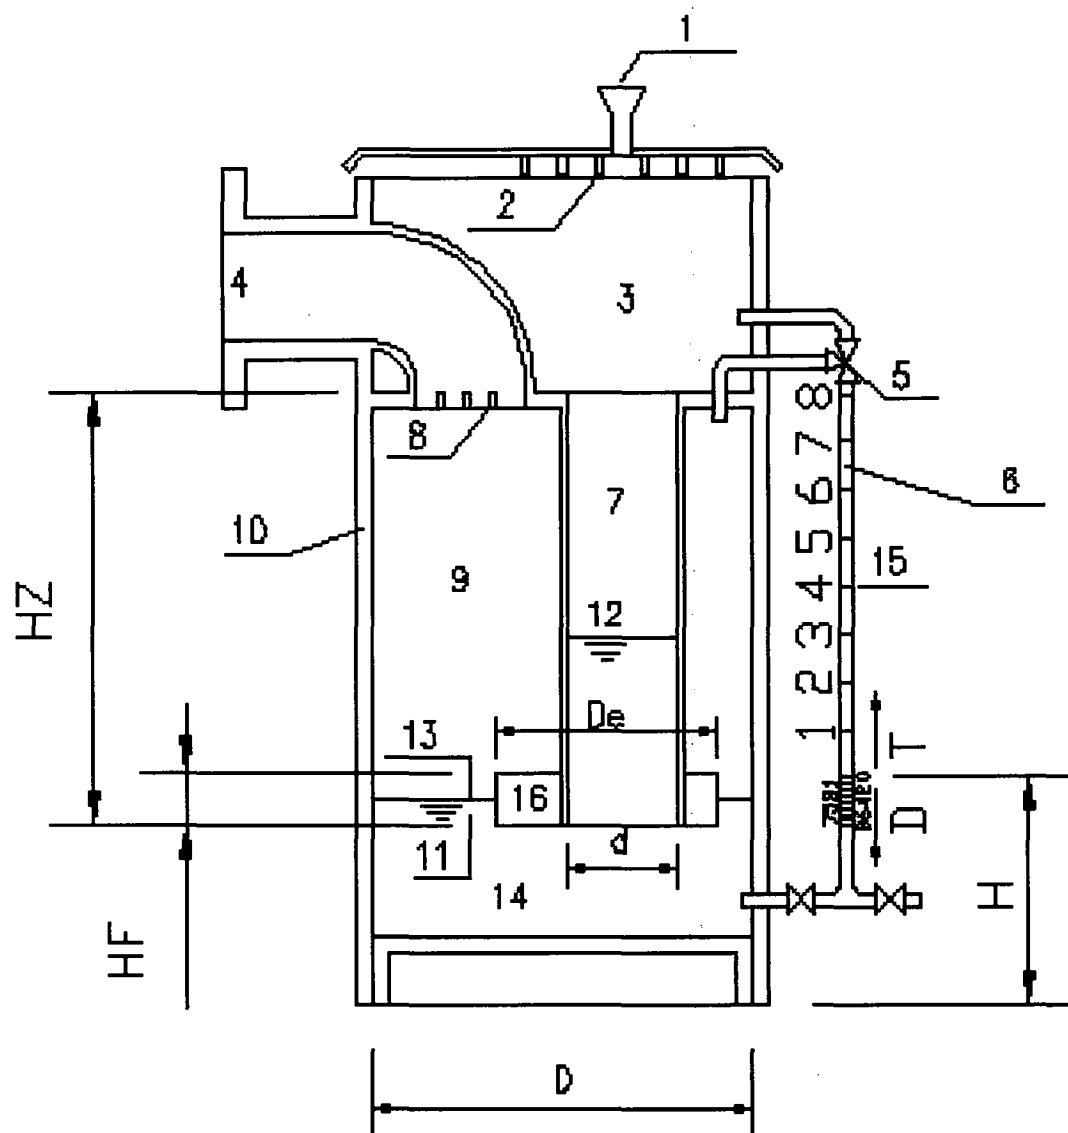
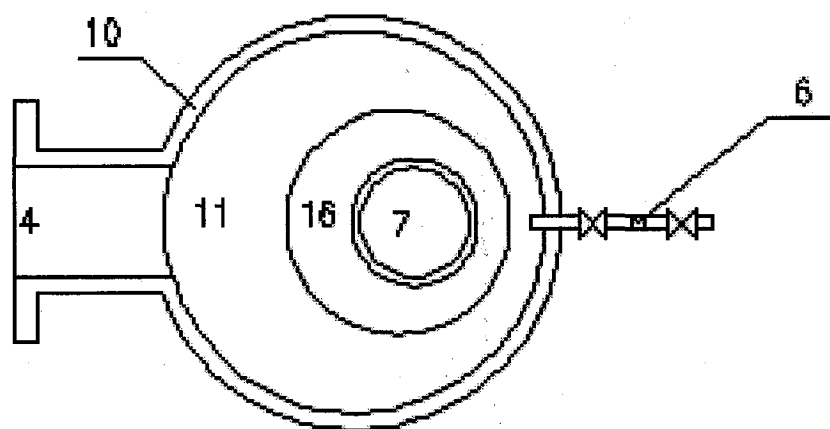

图 1
图 2
权利要求书 1 页 说明书 3 页 附图 1 页
[0004] (1) 在消化罐顶部分别设置正压保护器和负压保护器。正压保护器是利用较小管径深入到一个较大管径内,大管径内有一定量的水位如图 1 小管径直接与消化罐上部连接,当消化罐内的气体压力大于正压保护器的保护压力值时,消化罐内气体将从正压保护器跑出,使消化罐内的压力稳定。负压保护器是正压保护器反着装即较大管径与消化罐连接,当消化罐内的气体压力小于正压保护器的保护压力值时,消化罐内将从正压保护器吸入空气,从而达到保护消化罐内的压力稳定。
[0012] 图 1 为一体化正负压保护器示意图；
[0013] 图 2 为图 1 所示一体化正负压保护器的内管、外管和套筒的位置关系示意图。
[0016] 如图 1 和图 2 所示，一体化正负压保护器。